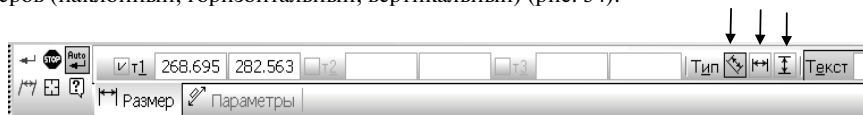

Рис. 54
4. Образмерить построенные геометрические объекты, активизировав панель  (*Размеры*). Для линейных размеров в *Панели свойств* определить тип проставляемых размеров (наклонный, горизонтальный, вертикальный) (рис. 54).